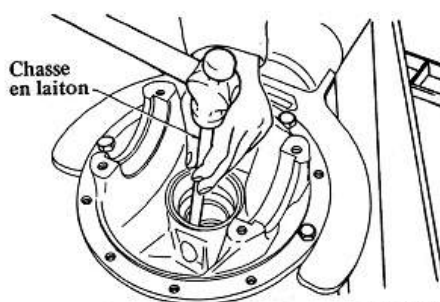

Fig. PD-71 Dépose des cuvettes des roulements avant et arrière du pignon d'attaque
6. Pour déposer les cuvettes des roulements avant et arrière, poser une chasse de laiton sur la face latérale des cuvettes et chasser celles-ci en frappant la tige avec un marteau. Voir figure PD-71.